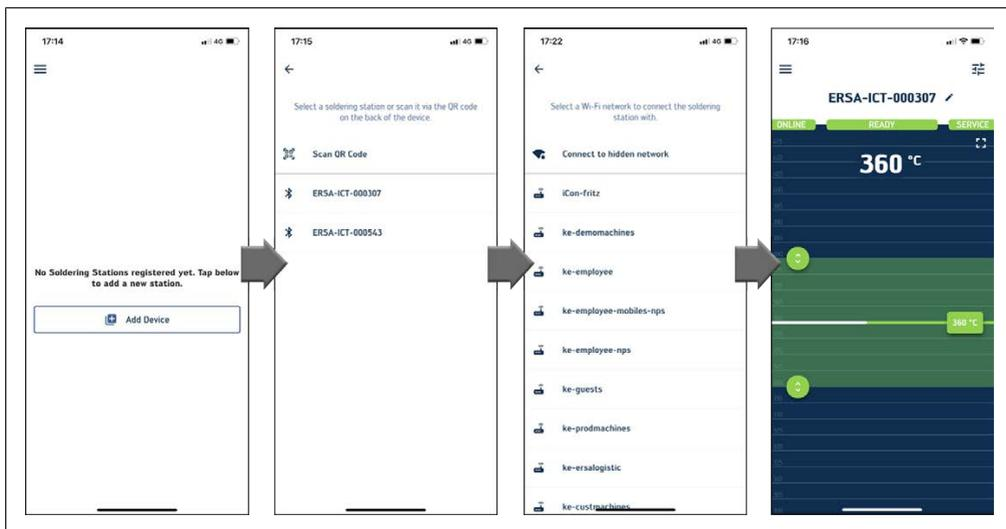

Abb. 12: Bluetoothverbindung: QR-Code der Lötstation scannen oder Auswahl des Bluetoothnetzes
- c) Die Ethernet-Netzwerkkarte vorsichtig in die Öffnung an der Rückseite der Lötstation bis zum Anschlag einstecken (siehe Abb. 12).